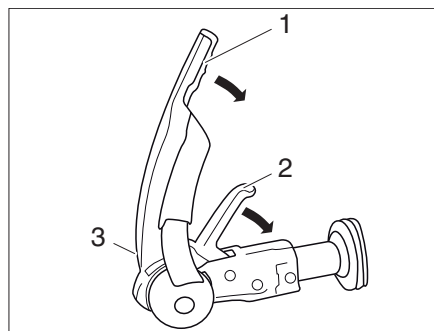

Bild 1 Sicherheitskupplung AKS 3004
- Stabilisierungshebel (Bild 1,1) bis zum Anschlag nach oben ziehen.
- Kupplungsgriff (Bild 1,2) nach oben ziehen.
- Sichtkontrolle durchführen: Der grüne Zylinder der Sicherheitsanzeige (Bild 1,3) muss sichtbar sein.
- Die Stabilisierungseinrichtung aktivieren. Dazu den Stabilisierungshebel (Bild 1,1) bis zum Anschlag nach unten drücken.